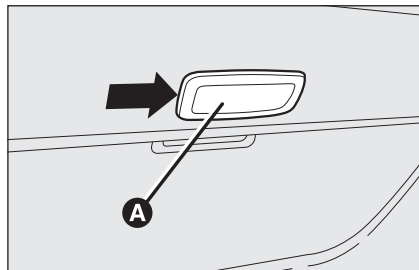

fig. 40
- ☐ agir sur le point indiqué par la flèche et enlever le plafonnier **A**-fig. 40;